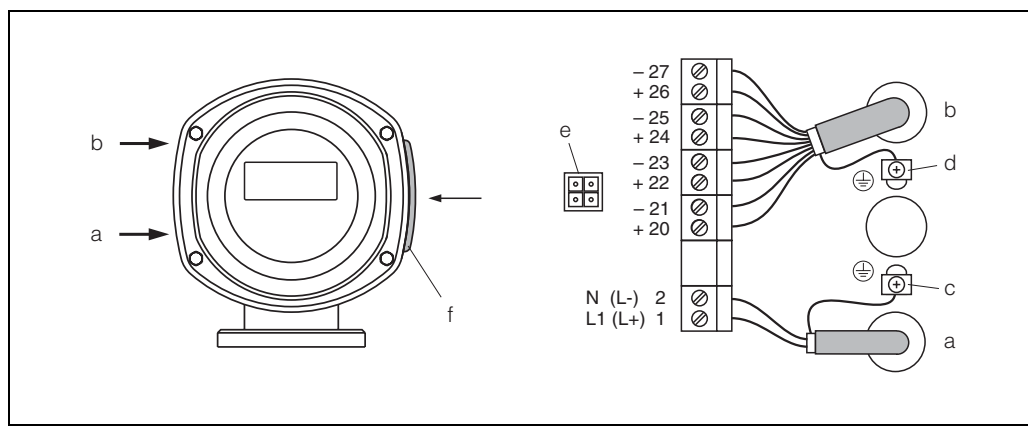

Fig. 19: Conectando o transmissor (Suporte de campo de aço inoxidável); seção do cabo: máx. 2.5 mm²
- Diagrama da instalação elétrica (suporte de aço inoxidável) → Fig. 19